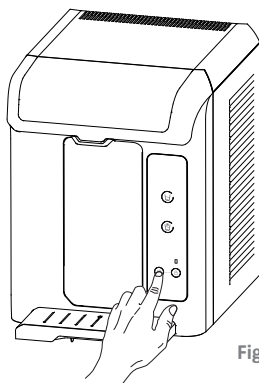

Fig. 13
- Pressionar a tecla RESET (individualmente) por 5 segundos, até que a luz LED (trocar refil) fique piscando na cor vermelha por 10 segundos, aguardando que seja confirmada a operação. Pressione a tecla KEY LOCK (individualmente) para confirmar a operação. Se a tecla KEY LOCK não for acionada, a luz do LED continuará vermelha. Esta operação deverá ser feita a cada troca de Refil (Fig.13).